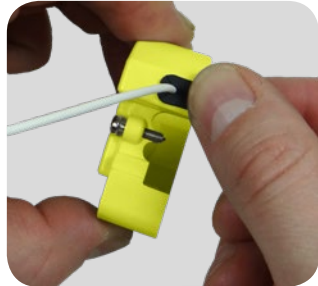

Abb.2: Klemmgummi in Schutzdeckel bringen
- » Abb.2: Den Klemmgummi mit Kabel anschließend in die dafür vorgesehene Öffnung des one.fiber Schutzdeckels einführen.